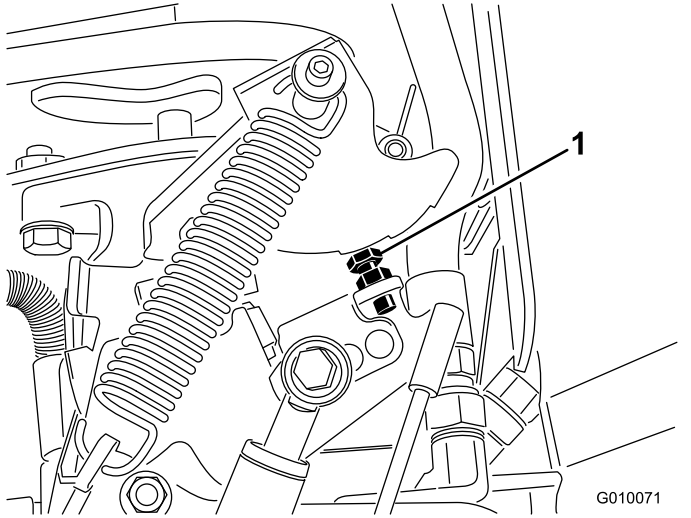

图70
6. 如果需要进行调节转动泵止动螺栓图70使其更接近限位板以缩短打孔间距或将止动螺栓转离限位板以增大打孔间距。